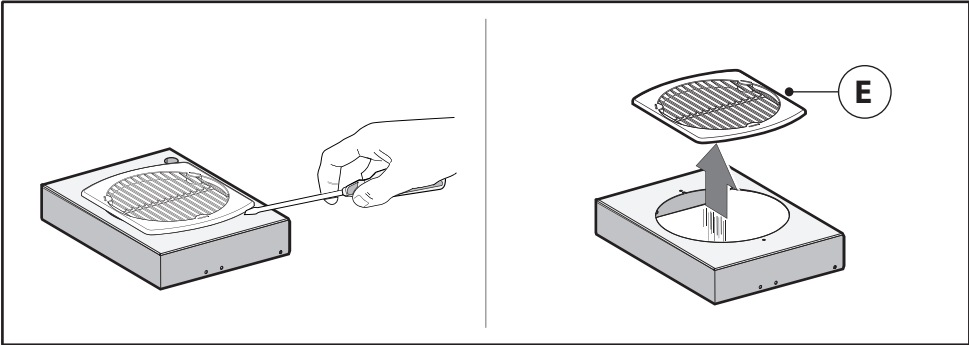

Fig.5
- Svitare il cupolino **M** e togliere la griglia **E (Fig. 5)**.